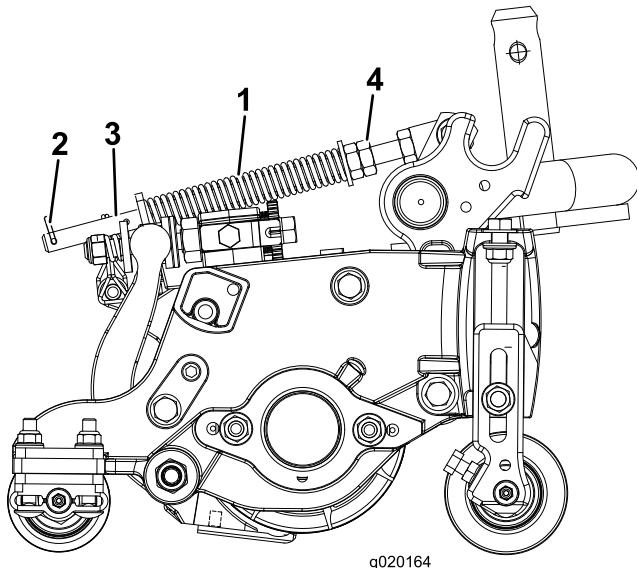

Bild 11
2. Ziehen Sie die Sechskantmuttern vorne an der Federstange an, bis die komprimierte Länge der Feder 12,7 cm beträgt (Bild 11).
Die Rasenkompensierungsfeder (Bild 11) verlagert das Gewicht von der Front- zur Heckrolle. (Dies reduziert ein Bobbing genanntes Wellenmuster auf der Rasenfläche.)
1. Stellen Sie sicher, dass der Lastösenbolzen in das hintere Loch in der Federstange eingesetzt ist (Bild 11).